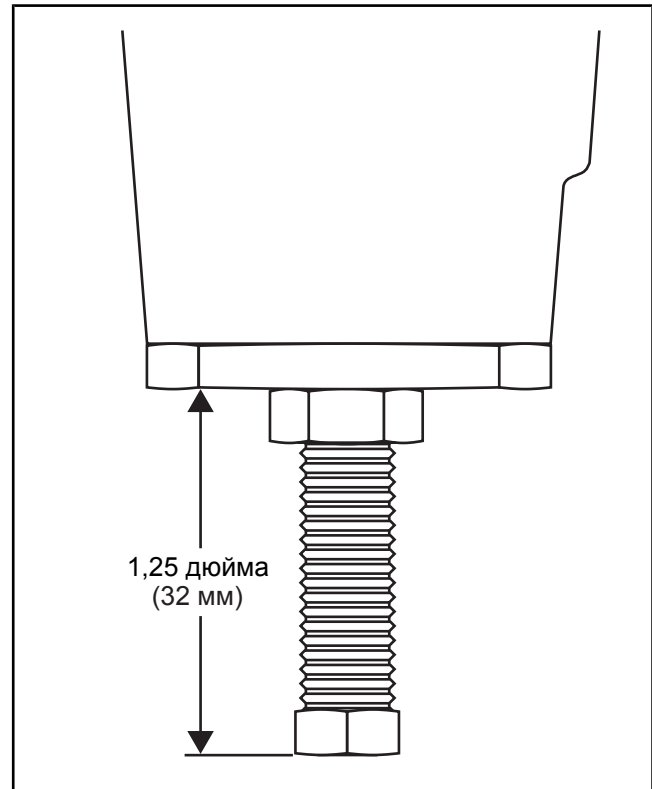

Рисунок 2.70-8: Настройка направляющего винта регулятора
2. Установите направляющие винты регулятора на расстоянии 1,25 дюйма (32 мм) от крышки (см. Рисунок 2.70-8).